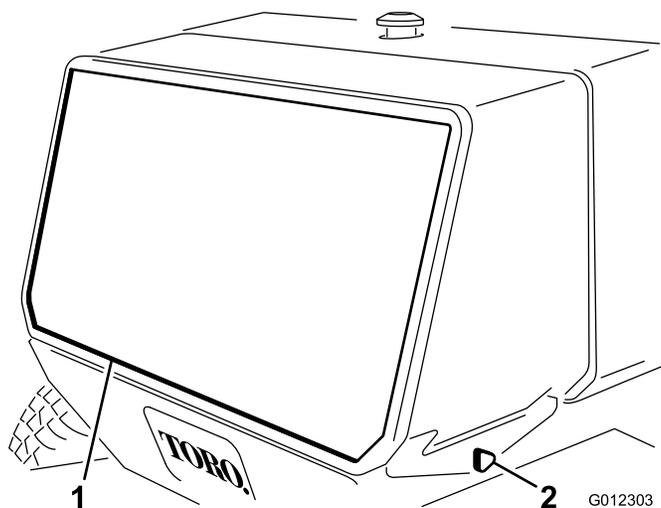

Bild 29
1. Entfernen Sie die Handräder, mit denen das Heckgitter am Rahmen befestigt ist (Bild 29). Entfernen Sie das Gitter.